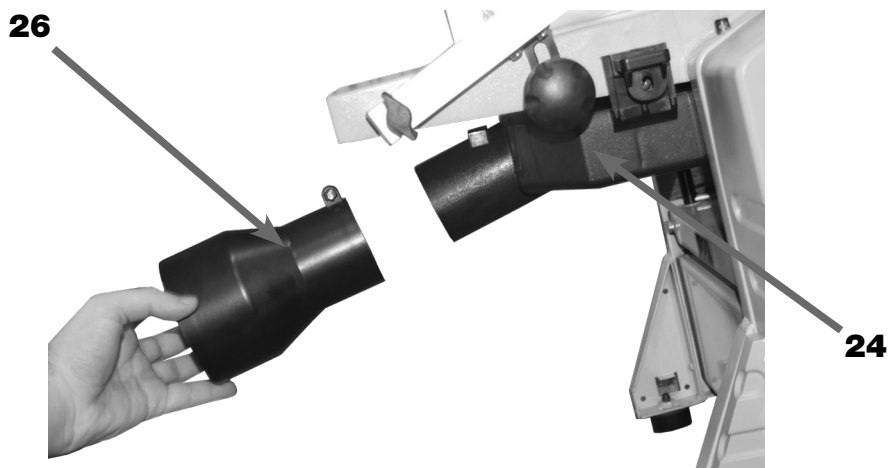

FIGURA 26 – Encaixe da Extensão
4. ENCAIXAR a Extensão do Direcionador de Cavacos (26) (figura 26);